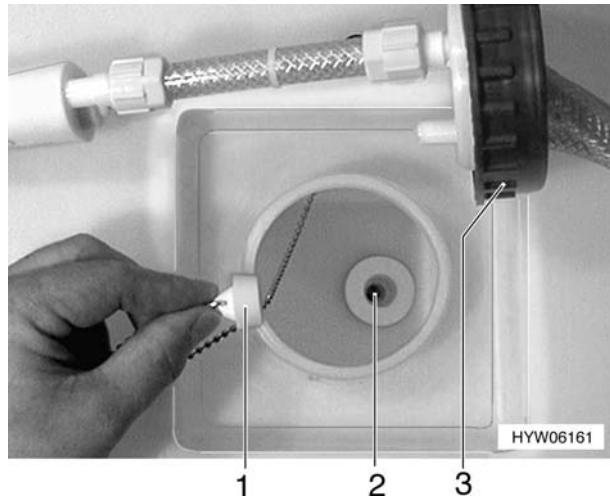

Fig. 182 Serbatoio dell'acqua, tappo di chiusura (variante 1)
Variante 1 (Fig. 182):
- Chiudere l'apertura di scarico (Fig. 182,2) nel serbatoio dell'acqua con il tappo di chiusura in dotazione (Fig. 182,1).
- Estrarre il tappo di chiusura (Fig. 182,1).